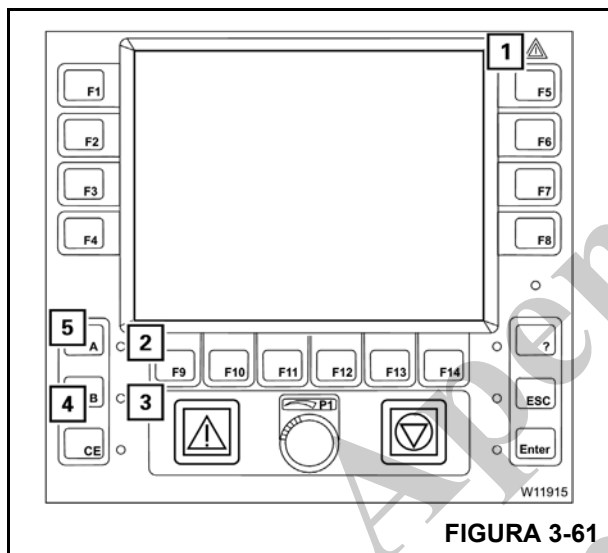

FIGURA 3-61
- o indicador de atenção/erro (1) (Figura 3-61)
- a lâmpada do botão **A** (2).
Se as mesmas mensagens de atenção ainda estiverem presentes, as lâmpadas (1) e (2) (Figura 3-61) acendem.